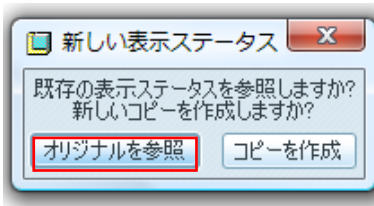

図 9-31 新しい表示ステータス
- ダイアログボックスが図 9-31 のような表示されるので「オリジナル参照」を選択する。